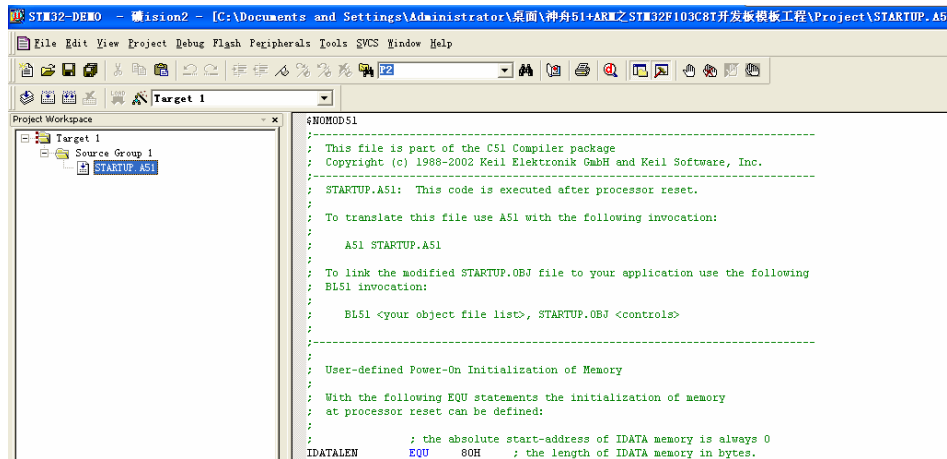

图2-12工程新建成功
5. 此时我们的工程新建成功，如下图2-12所示。但我们的工程中还没有任何文件，接下来我们需要在我们的工程中添加所需文件。